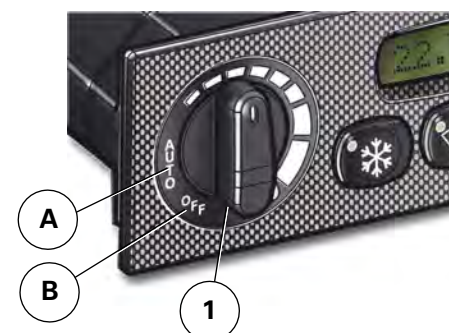

Рис. 33.
ПРИМЕЧАНИЕ: При высоких температурах наружного воздуха рекомендуется использовать режим рециркуляции (рукоятка управления (1) в положении автоматического режима рис. 33).